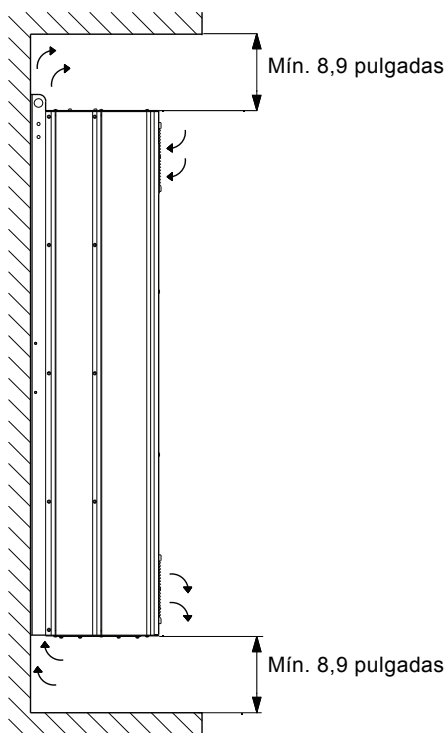

Fig. 4 Dirección del flujo de aire y espacio necesario para refrigeración
- Espacio libre suficiente por encima y por debajo del CUE para permitir la circulación de aire y la conexión de cables. Ver fig. 4.